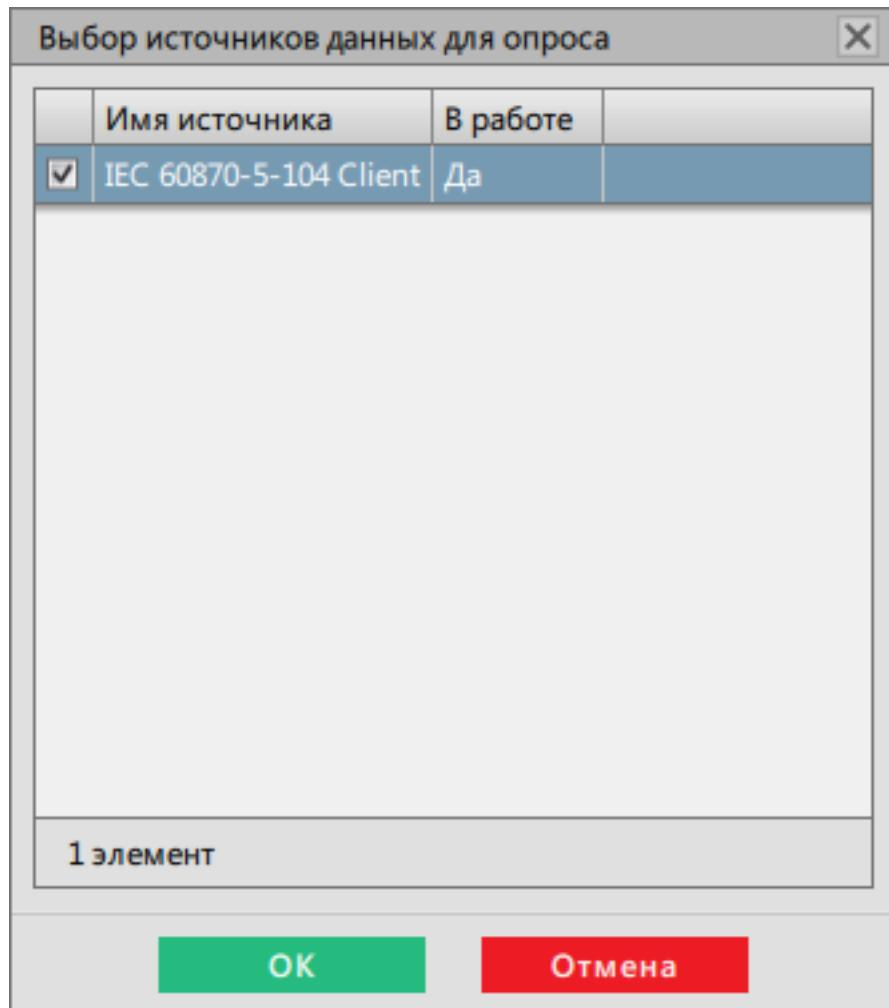

Рисунок 186 - Выбор источников данных для опроса
16. Выберите источник данных для опроса из п.3 и нажмите **OK** (Рисунок 186).